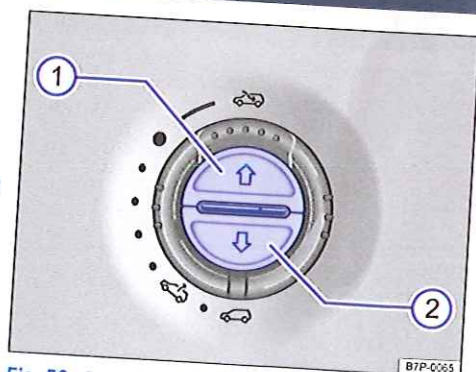

Fig. 50 Dans le ciel de pavillon à l'avant : touches d'ouverture ou de fermeture du store pare-soleil
Ouverture complète (fonctionnement automatique) :	Appuyez brièvement sur la touche → fig. 50 .
**Toit en verre** : dans les 5 secondes environ après le déclenchement du dispositif antipincement, tirez sur la commande B ⑤ jusqu'à ce que le toit en verre soit entièrement fermé.
**Store pare-soleil** : en l'espace d'env. 5 secondes après le déclenchement du dispositif antipincement, appuyez sur la touche → fig. 50 ② jusqu'à ce que le store pare-soleil soit entièrement fermé.